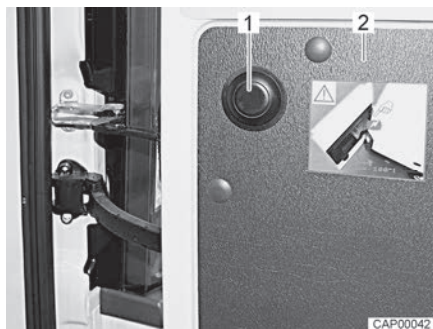

Bild 26 Tryckknapp för att frigöra begränsningen
- Öppna bakdörr (Bild 26,2) till anslag.
- Tryck tryckknapp (Bild 26,1), håll fast bakdörren och öppna försiktigt på nytt.